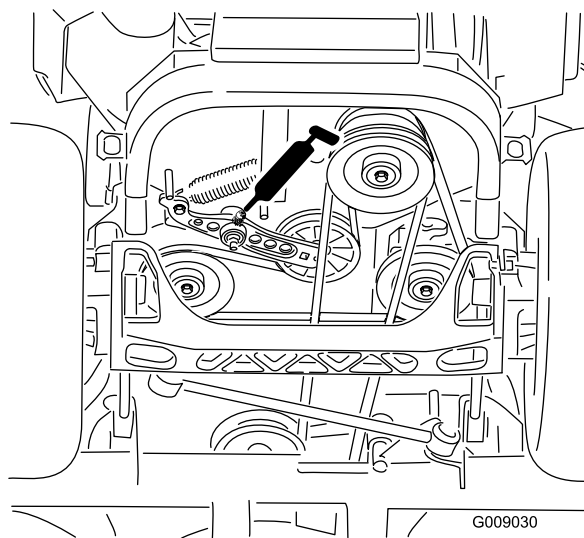

Figure 42
5. Graissez le bras de la poulie de tension de la courroie d'entraînement (Figure 42).